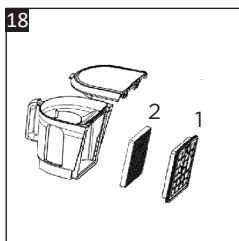

Рис. 18
3. Потяните за 2 пластиковых язычка в середине HEPA-фильтра (22), чтобы извлечь его из задней части пылесборника (Рис. 18).
4. Затем выньте губчатый фильтр (21) из HEPA-фильтра.